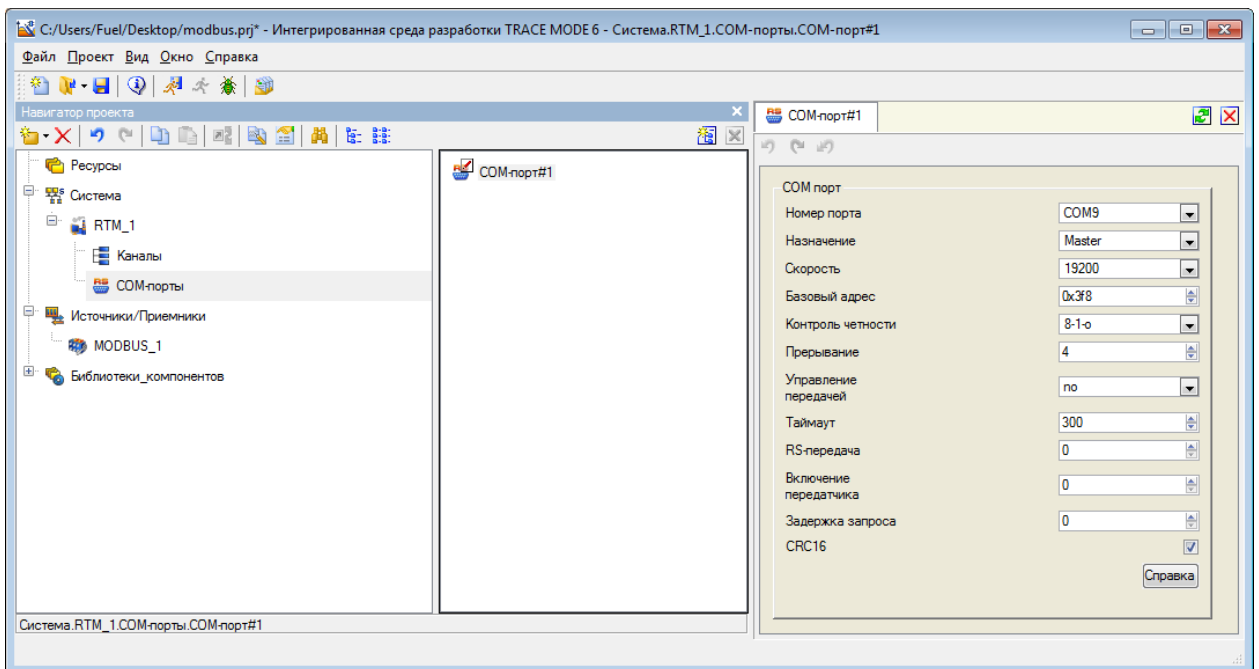

Рисунок 35.
3) В узле «RTM\_1» создаем группу COM-порты. Созданный COM-порт открываем на редактирование и настраиваем (см. Рисунок 35). Номер порта присваиваем COM9, скорость 19200 бит/с, контроль четности 8-1-о. Галочка CRC должна быть включена. Все остальные настройки остаются без изменений.